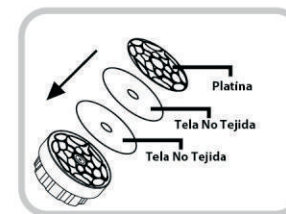

Fig. 11
4. Ensamble el Filtro de Resina sacando suavemente primero la Platina de la parte superior del filtro. Coloque las dos (2) Telas No Tejidas (blanco) encima. Asegure ambas colocando la platina encima (Fig. 11).